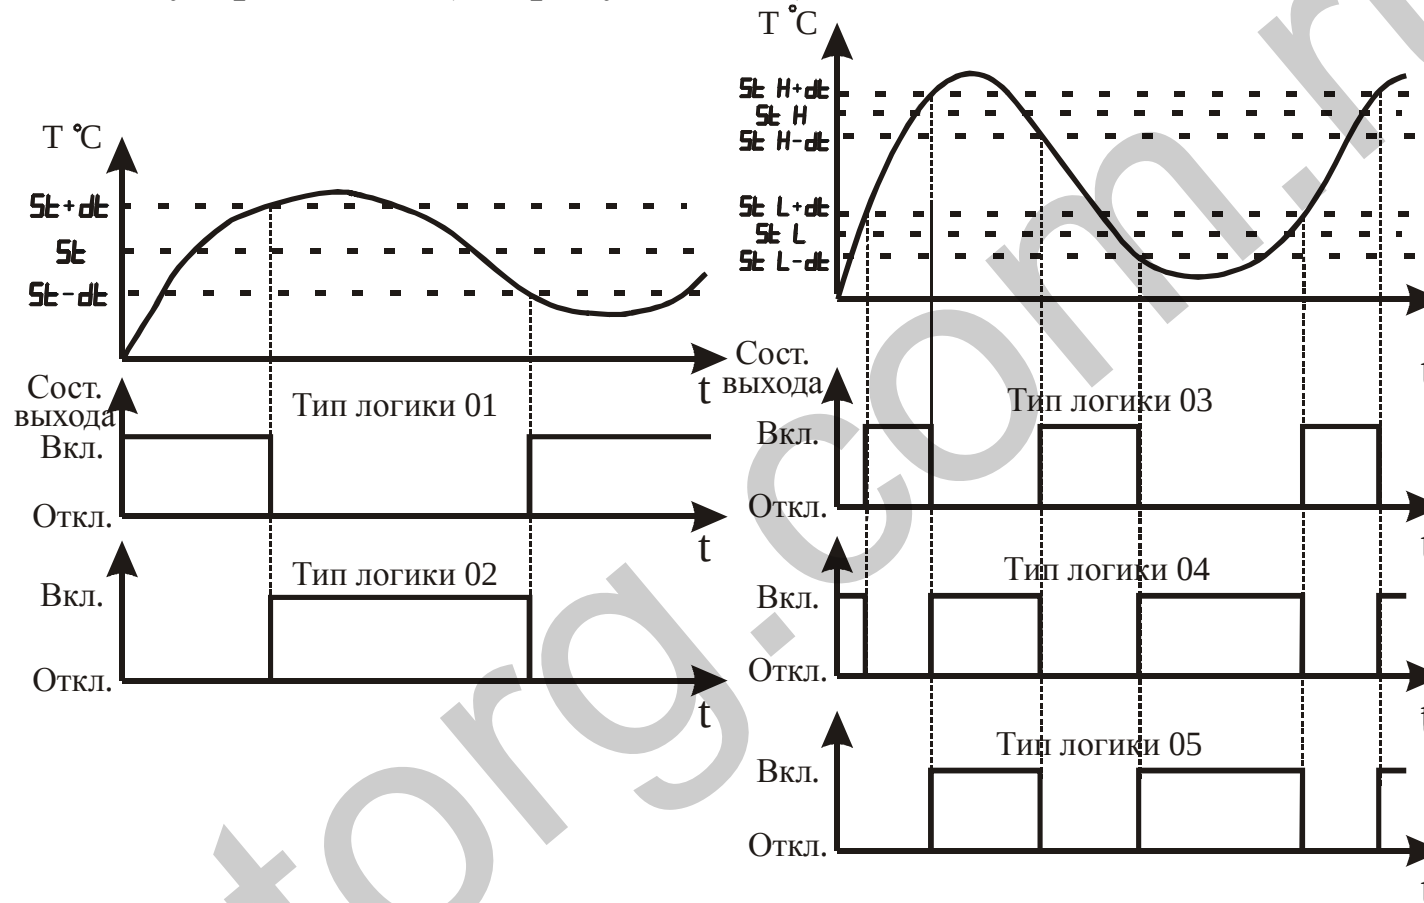

Рисунок 3.15 – Графическое представление типов логики работы выхода
3.3.2.9 Параметр “Тип логики работы прибора” определяет алгоритм управления исполнительным устройством (см. рисунок 3.15).
Тип логики 05 (модернизированная "U"-образная), в основном, аналогичен типу логики 04. Отличие состоит в том, что работа выходного устройства разрешается только после первого превышения регулируемой температурой значения $St H + dt$ (см. рисунок 3.15).